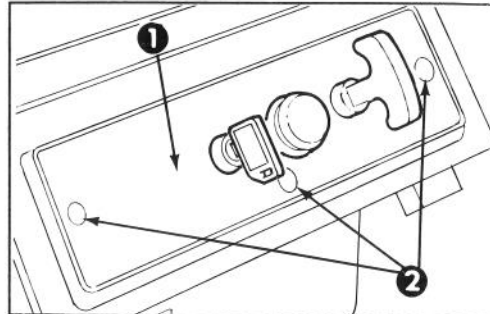

Figure 15
REPLACEMENT DE LA BOUGIE (Fig. 15, 16, et 17)
1. ENLEVEMENT DU TABLEAU DE COMMANDE (Fig. 15) — Enlevez les trois (3) vis à tête assujettissant le tableau de commande sur le logement. Enlevez la clé d'allumage et soulevez le tableau, le laissant pendre sur la corde de rappel.